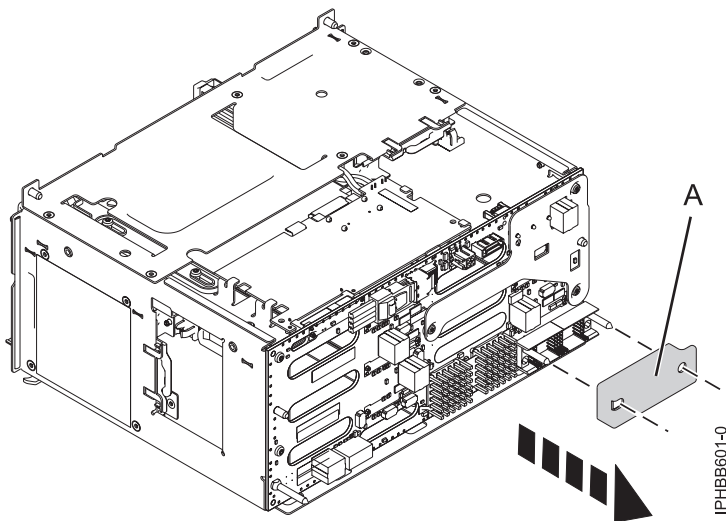

Figure 10. Retrait du capot de protection des broches
3. Vérifiez la présence éventuelle d'un capot de protection sur les broches sur la partie inférieure droite. Si un capot de protection est installé, retirez-le (A), comme indiqué dans la figure 10.